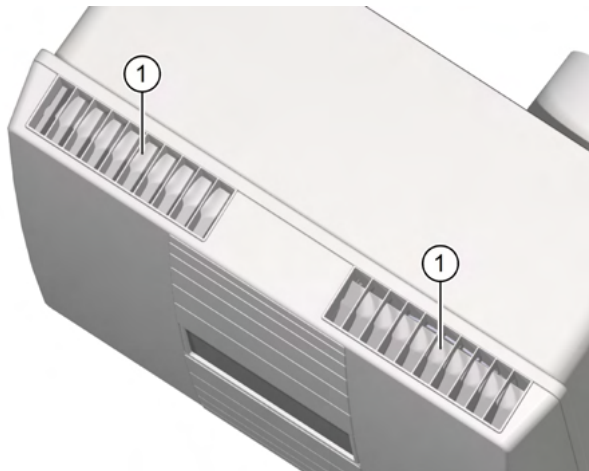
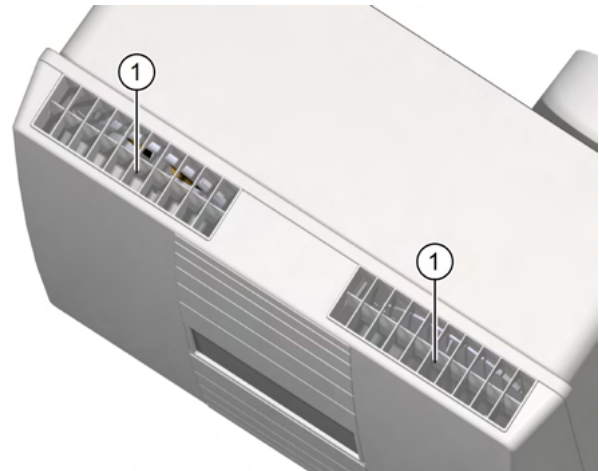

Abb. 17: Luftklappen geschlossen
Abb. 18: Luftklappen geöffnet
- ▶ Überprüfen Sie die Stellung der Luftklappen (siehe Abb. 17 und Abb. 18) an der Abluft- und Zuluftöffnung.
- Ist das Lüftungsgerät ausgeschaltet oder stromlos, sind beide Luftklappen geschlossen (siehe Pos. 1 in Abb. 17).
- Beim Einschalten öffnen sich beide Luftklappen (siehe Pos. 1 in Abb. 18).